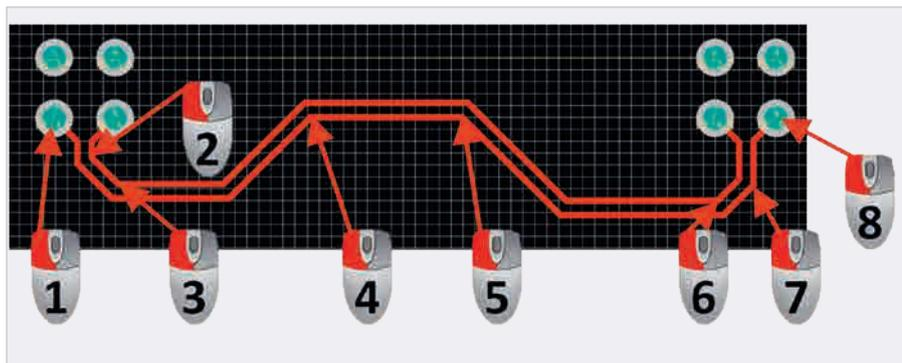

Рис. 6. Прокладка проводников дифференциальной пары
3. Проложить проводники серией щелчков ЛКМ в их узловых точках (см. рис. 6).